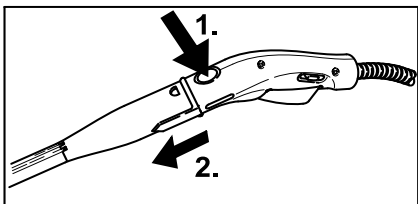

Рисунок 6
- У разі необхідності застосуйте подовжувальні трубки (G1). При цьому одну або обидві подовжувальні трубки приєднайте до парового пістолета (С1) (див. рис. 6). Необхідну насадку (D1, E1, Н1) приєднайте до вільного кінця подовжувальної трубки.